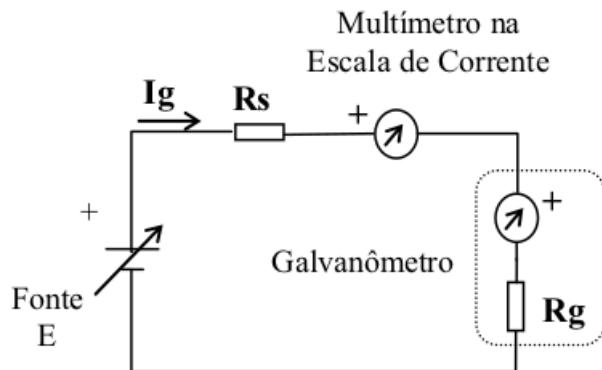

Figura 8: Circuito para determinação da *corrente de fundo de escala*.
- Monte o circuito da figura 8, adotando $R_s = 4k7\Omega$.